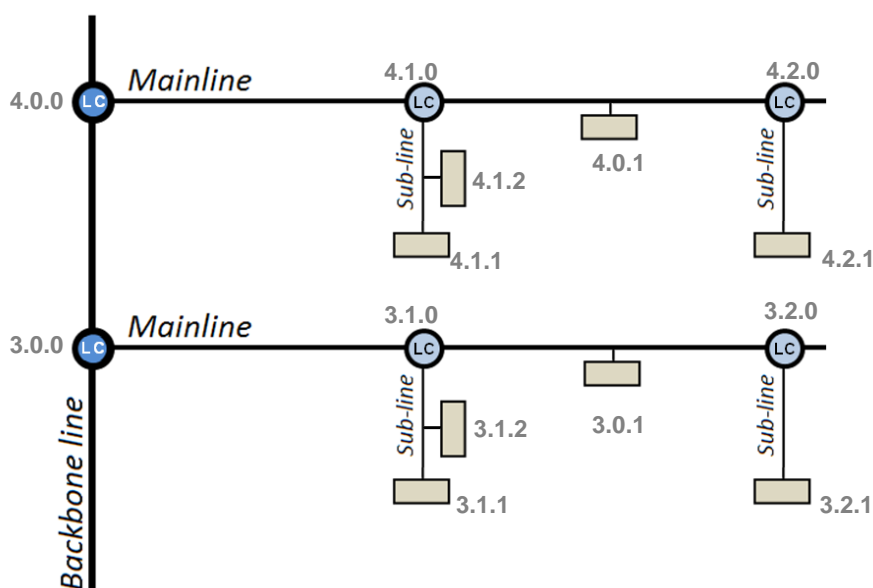

Figura 4 Acoplamiento de líneas
Otro posible escenario se muestra en la Figura 4.
**Ejemplo:** en el ejemplo mostrado en la Figura 4, cuando el acoplador de línea con dirección 3.2.0 lea en la línea principal un telegrama destinado al dispositivo con dirección física 3.1.2, comparará ambas direcciones y determinará que 3.1.2 no es una dirección que pertenezca a su propia línea, por lo que no será transmitido hacia la línea secundaria.
**Nota:** el dispositivo que genera el telegrama debe tener asignada una dirección física que realmente corresponda a su línea. En la Figura 4, si el dispositivo con dirección física 3.1.1 (sea, por ejemplo, un programador KNX) pasa a tener la dirección 7.7.255, no será capaz de hacer llegar telegramas a, por ejemplo, el dispositivo con dirección 4.0.1.